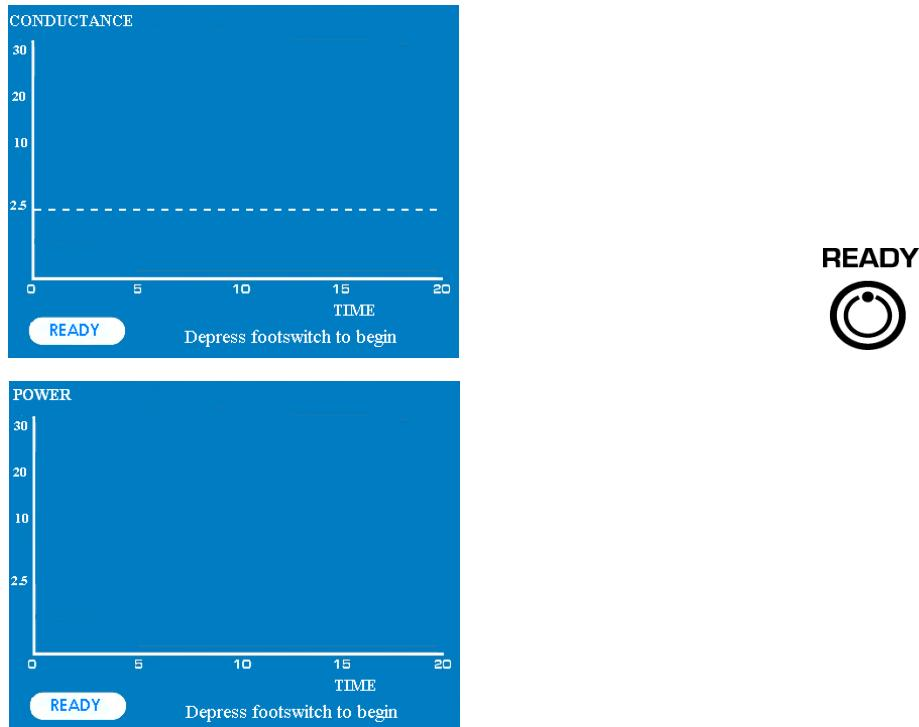

図 10 READY モードを示すディスプレイ
3.5の記載に従って、ハンドピースとフットスイッチをスイッチマトリックス (ASB3) に接続し、セレクトスイッチを使用するハンドスイッチの位置に合わせます。ディスプレイで READY モードになっていることを確認します。(図 10 参照)